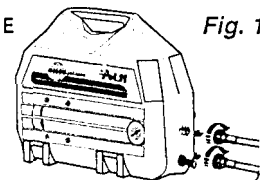

Fig. 1
- 2°) Collegare la macchina alla pistola col tubo alta pressione. Il capo del tubo da collegare alla macchina è dotato di innesto rapido (FIG.1).